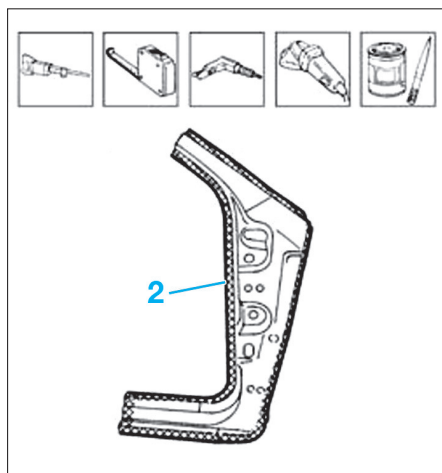

FIG. 14
- Nettoyer les zones (2) (Fig.14) sur le véhicule et sur les pièces neuves.